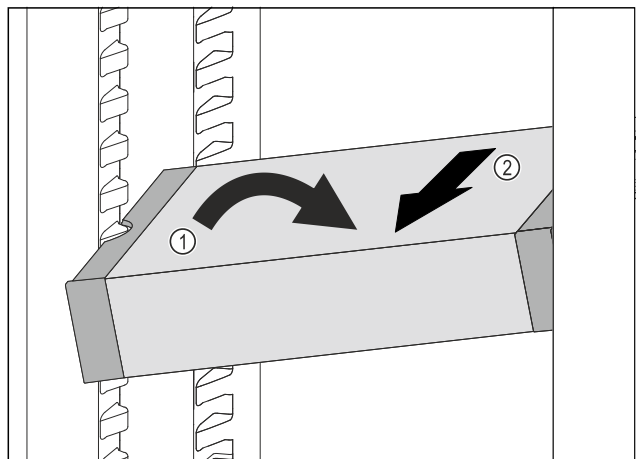

Fig. 171
- Incliner le VarioSafe dans la partie réfrigérateur. Fig. 171 (1)
- Sortir le tiroir VarioSafe par l'avant. Fig. 171 (2)